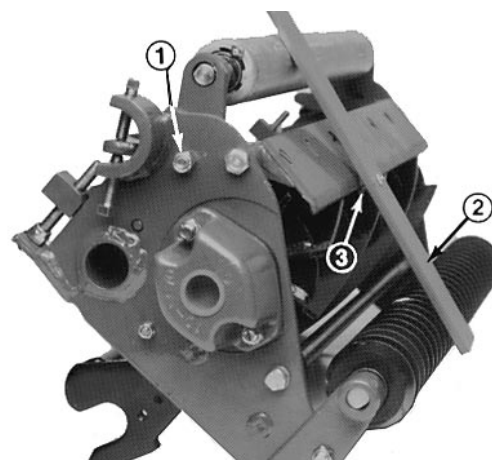

Fig. 7
3. Løsn låsemøtrikkerne, som fastholder klippehøjdebeslagene i hver ende af klippeenheden (Fig. 7).
5. Placer stangen på tværs af den forreste og bageste rulle og juster tapbolten, indtil undersiden af skruehovedet går i indgreb med bundknivens skær (Fig. 7).